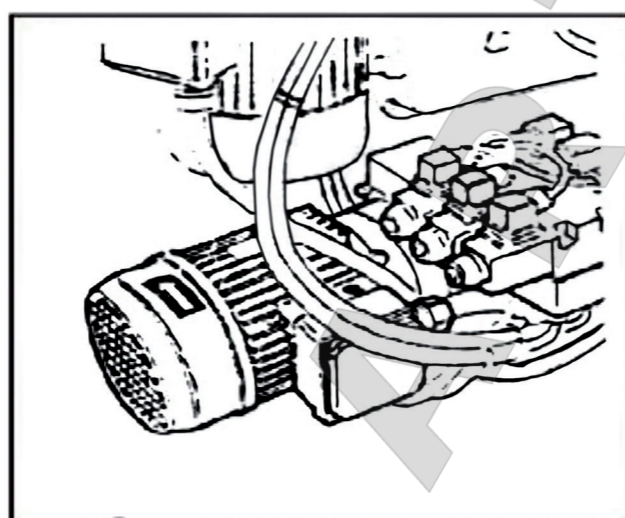

Рис. 5. Обозначение направление вращения вала двигателя.
- Направление вращения вала двигателя должно совпадать с направлением стрелки (рис. 5). Если вал вращается в противоположном направлении, необходимо поменять фазы.